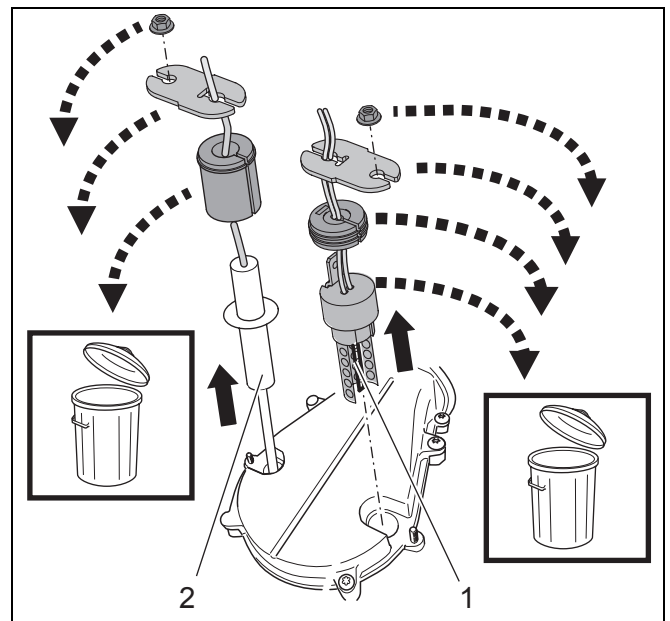

fig. 46 Gloeiplug en ionisatiepen demonteren
- pakking gloeiplug (→ fig. 46);
- pakking ionisatiepen (→ fig. 46);